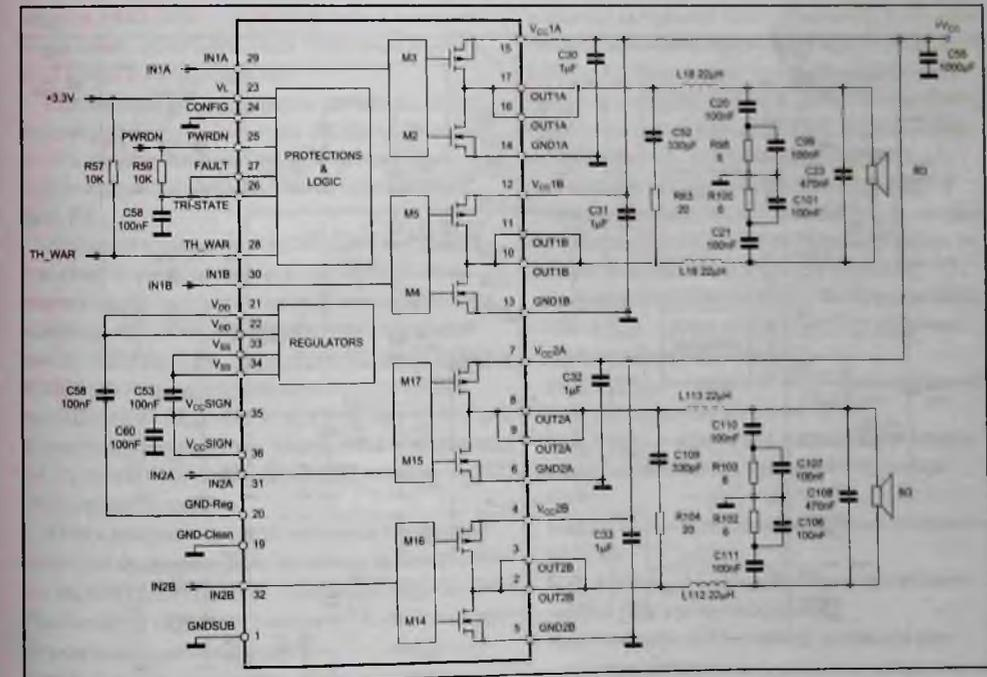
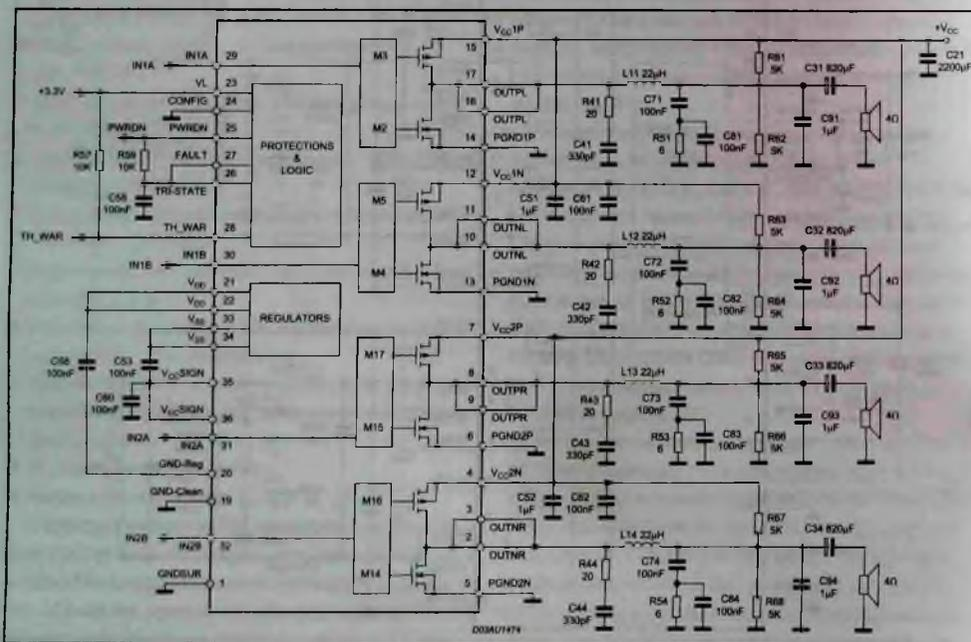

Рис. 18. Схема включения ИМС DDX2160 (STA508) в 2-канальном мостовом режиме
Рис. 19. Схема включения ИМС DDX2160 (STA508) в 4-канальном асимметричном режиме
Technology или как счетверенные мощные полумосты у STMicroelectronics. Микросхемы могут использоваться в различных конфигурациях. На рис. 18 приведена схема включения ИМС в 2-канальном мостовом режиме (BTL), а на рис. 19 — в 4-канальном асимметричном режиме (SE), возможен и одно-канальный полномостовой режим (PBTL).